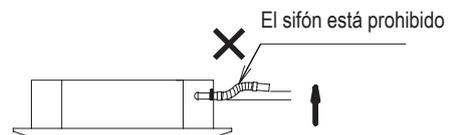

Fig. 1-10
- No introducir un sifón en el recorrido de la manguera suministrada. Hacerlo provocaría un ruido anormal. (Fig. 1-10)